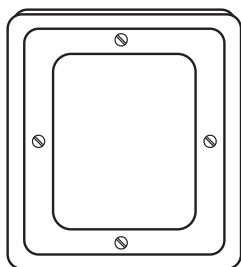

Abbildung 17. Batterieabdeckung
1. Die vier unverlierbaren Schrauben an der linken Seite des Geräts lösen und die Abdeckung des Batteriefachs entfernen (Abbildung 17).